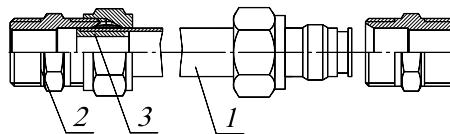

Рис.7. Соединение нагревательных элементов конвектора.
5.3 Для исполнения конвектора, состоящего из двух секций Рис.5 при помощи медных труб 15x1 и обжимных фитингов из комплекта монтажных частей, соединить нагревательные элементы секций (рис.7). Для этого необходимо через отверстие в корпусе вставить трубки в патрубки нагревательных элементов, закрутить гайки рукой до упора, после этого гасечным ключом завернуть гайки на 1¼ оборота.